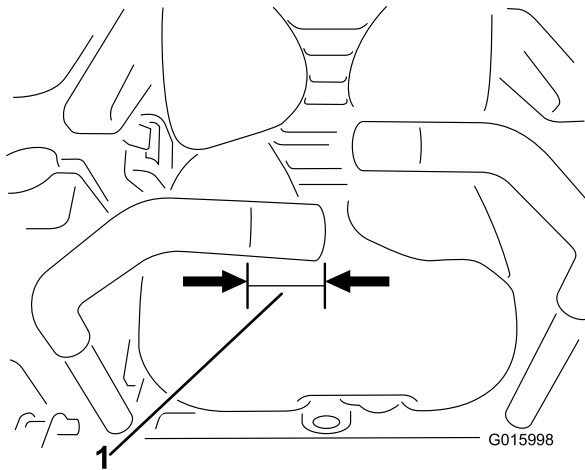
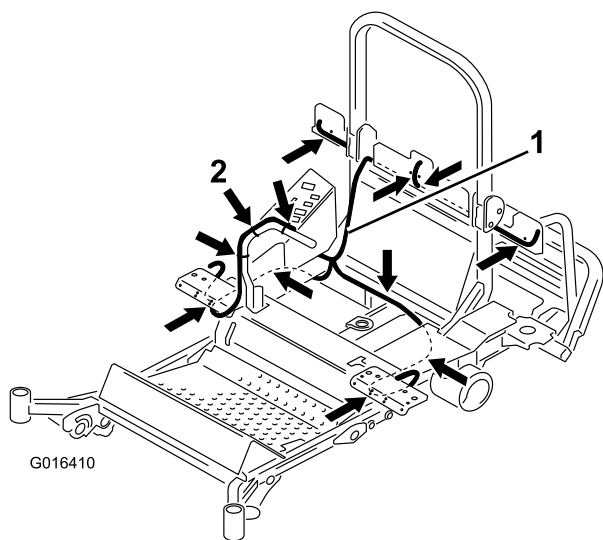

Figura 12
Figura 16
1. Per montare il supporto adattatore per interruttore tagliate un tratto di 40 mm dalla leva di controllo del movimento (Figura 12).
2. Disponete il cablaggio sulla macchina: Dirigendolo verso l'alto tra il lato del serbatoio e la paratia, e lungo la piastra posteriore (Figura 16).
2. Disponete questa diramazione del cablaggio lungo e sotto la traversa posteriore e fatelo passare attraverso il telaio a livello della ruota posteriore (Figura 16).
1. Disponete l'ultima diramazione del cablaggio con i connettori del gruppo interruttore combinato e del faro e dell'indicatore di direzione di destra (Figura 12), facendola passare attraverso il telaio destro a livello della ruota posteriore, e dirigendola verso il faro (Figura 16).
4. Fissate il cablaggio in posizione come illustrato in Figura 16.
2. Fissate il cablaggio alla leva del movimento per mezzo di una fascetta per cavi, accertandovi che il cavo abbia abbastanza gioco da consentire alla leva di spostarsi avanti e indietro (Figura 16).
3. Fissate il cablaggio in posizione per mezzo di fascette per cavi, come illustrato dalle frecce in Figura 16.